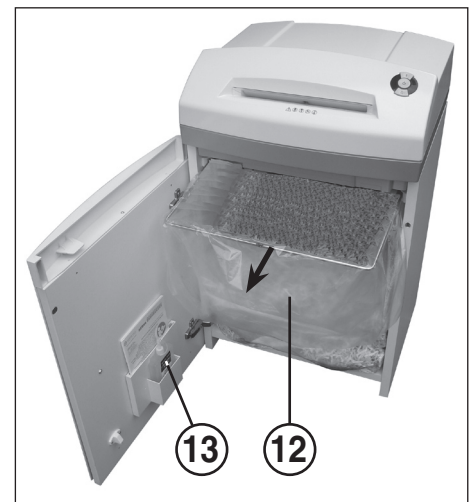

Fig. 4
12 = Saco recolector para papel (Fig. 4)
13 = Botellita de aceite (Fig. 4)
CÓMO VACIAR EL SACO RECOLECTOR PARA PAPEL (Fig. 4):
Abra la puerta. El indicador de control (8) se enciende y el indicador piloto ⬆ del pulsador de retroceso (4) así como el indicador de control ⚡ (7) **parpadean**. Tome la botellita de aceite (13) (Fig. 4) situada en el soporte de la puerta y vuelva a cerrar la puerta.